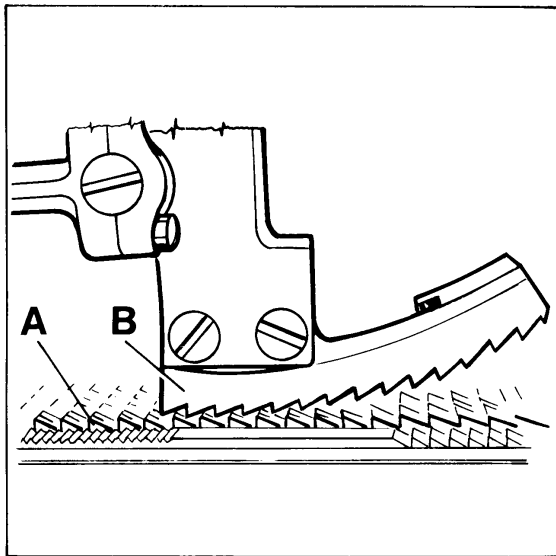

Fig. 19
Simultaneously the upper feed dog (B, Fig. 19) should be positioned so that the tips of its teeth engage with the tooth spaces of the lower feed dog (A), without contacting it. When the lower feed dog (A) is in its highest and the upper feed dog (B) in its lowest point of travel, there must be a small gap between both feed dogs. The feed travel of the upper and the lower feed dog should be synchronous.
Gleichzeitig muß der Obertransporteur (B, Fig. 19) so positioniert sein, daß die Spitzen seiner Zähne in die Zahnlücken des unteren Transporteurs (A) eingreifen, ohne diesen zu berühren. Wenn der untere Transporteur (A) in der höchsten und der Obertransporteur (B) in der untersten Stellung seiner Bewegung ist, muß zwischen beiden Transporteuren ein Luftspalt sein.
On the return travel, the upper feed dog should lift so high that no fabric will be pulled against the sewing direction. The motion should be set so that the rear four teeth of the upper feed dog (B, Fig. 19) remain approx. 1/3 of their height in the presser foot slots when lifting.
For adjustment loosen the two screws (H, Fig. 19) and raise the supporting yoke (J) when the upper feed dog should lift more or lower it when it should lift less. Retighten screws (H).
Zum Einstellen lösen Sie die beiden Schrauben (H, Fig. 19) und stellen das Stützlager (J) höher, wenn der Obertransporteur mehr oder tiefer, wenn er weniger abheben soll. Ziehen Sie die Schrauben (H) wieder an.